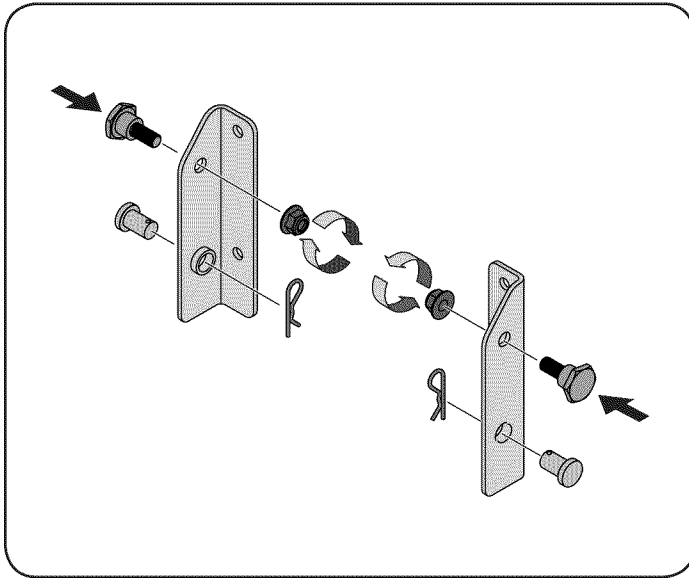

Figure 1
1. Instale un perno con reborde del paquete de elementos en cada ménsula, ajustándolos con las tuercas de seguridad con brida que también se encuentran en el paquete. Consulte la Figure 1.
2. Instale un pasadores de horquilla del paquete de elementos en cada ménsula, seguro con las trinquetes con brida que también se encuentran en el paquete. Consulte la Figure 1.